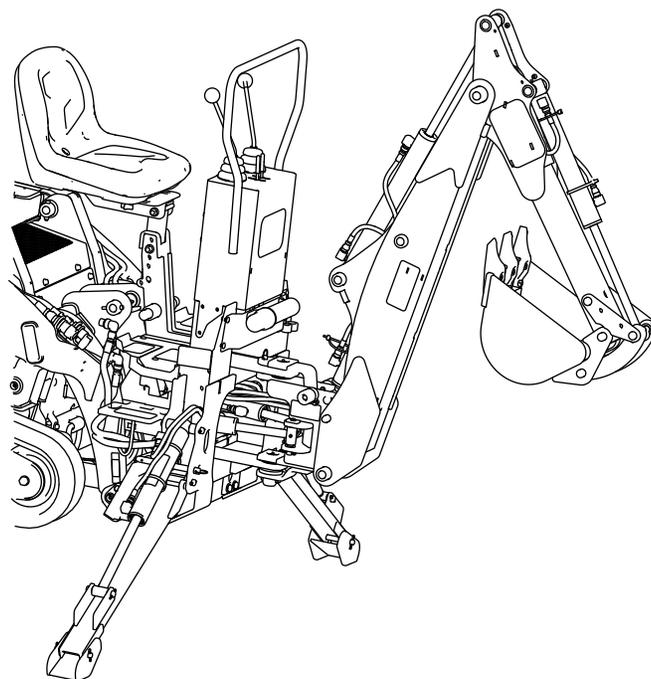

Figura 11
1. Eleve completamente a rampa, retraia a pá da retroescavadora e feche o balde para trás (Figura 11). Certifique-se de que centra os furos do pino de bloqueio da rampa o mais possível.